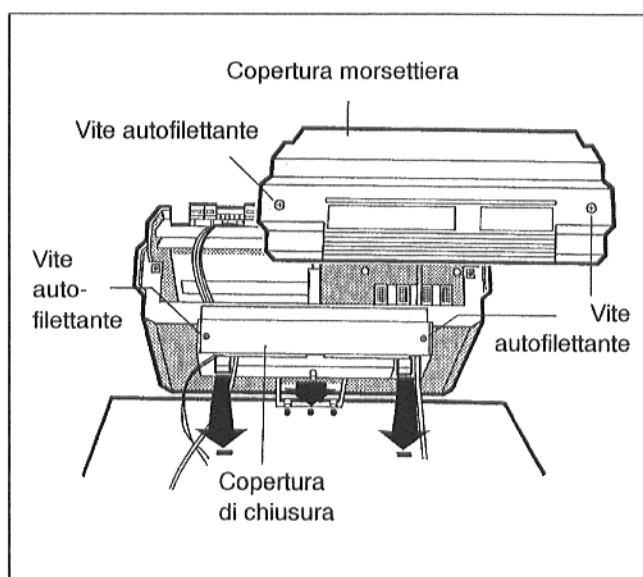

Fig. 13 Illustrazione schematica
- Svitare entrambe le viti autofilettanti dalla copertura della morsettiera e rimuovere tale copertura (Fig. 13).
- Posizionare l'apparecchio di regolazione in modo tale che i ganci si inseriscano anteriormente nei fori ovali, tirare in avanti l'apparecchio di regolazione e capovolgerlo all'indietro fino allo scatto in posizione dei due ganci elastici a destra e a sinistra (freccia - Fig. 13).